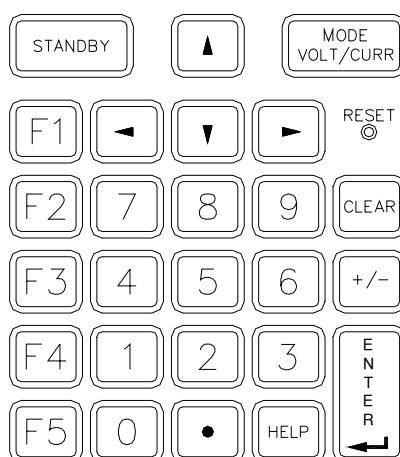

FIGURE 3-2. FRONT PANEL KEYPAD
3.2.1 KEYPAD DESCRIPTION (SEE FIGURE 3-2)